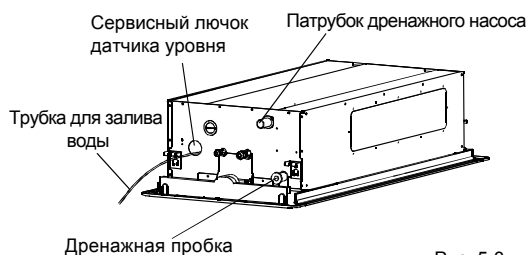

Рис. 5-3
1. Снять с отверстия для залива воды крышку и с помощью специальной трубки залить в дренажный поддон примерно 2000 мл воды (см. рис. 5-3).
Заглушка дренажного поддона служит для слива конденсата из внутреннего блока при возникновении неисправности блока или во время технического обслуживания; во время штатной работы внутреннего блока заглушка должна быть установлена. Место расположения дренажной заглушки показано на рис. 5-3.